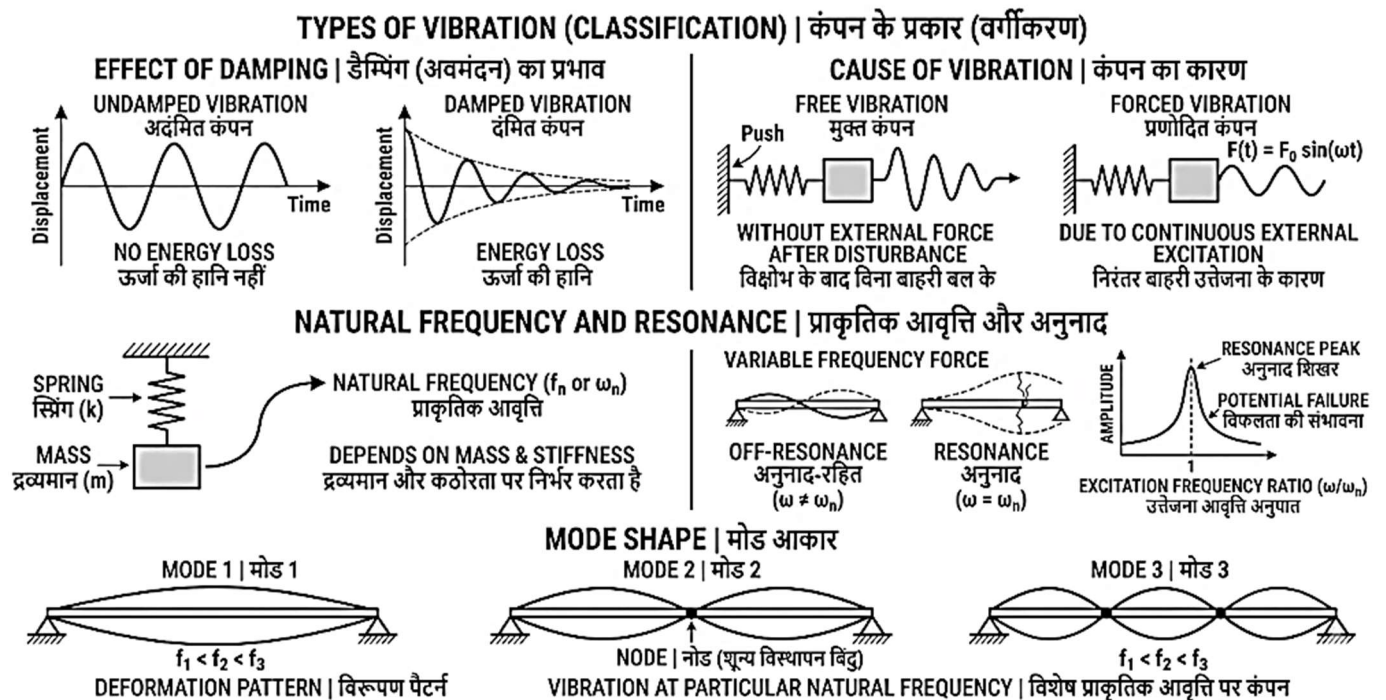

Fig. 2.2: Mechanical Vibration Types and Key Concepts | यांत्रिक कंपन के प्रकार और प्रमुख अवधारणाएँ
2.2.1 Types of Vibration (Fig. 2.2)
2.2.1 कंपन के प्रकार (Fig. 2.2)